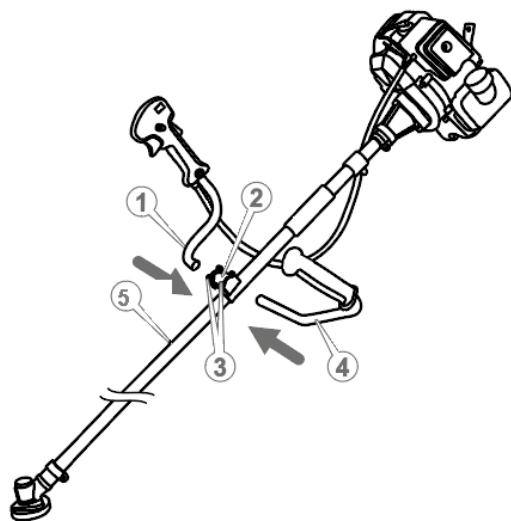

Рисунок 3. Схема встановлення руків'їв виробу.
- на кронштейні (2, рис. 3) викрутити шестигранним ключем чотири гвинти (3, рис. 3) і роз'єднати його;
- встановити верхню і нижню частини кронштейна (2 рис. 3) на «штангу» (5, рис. 3) і з'єднати так, щоб частини руків'я вільно входили в отвори кронштейна;
- розташувати кронштейн таким чином, щоб руків'ями було зручно керувати мотокосою, а трос (11, рис. 1) керування дроселем і запалюванням був послаблений, та затягнути до упору гвинти (3, рис. 3). Перевірити надійність кріплення руків'їв – прокручування в кронштейні не допускаються.